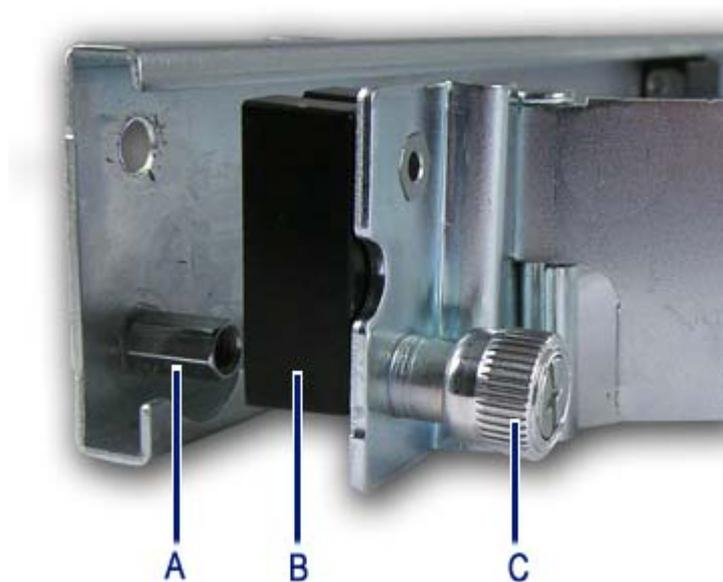

Figure 57: Installation du bloc-espaceur
4. Fixez le passe-câbles (ainsi que le bloc-espacer) à l'arrière du rail coulissant à l'aide des vis imperdables à oreilles (lettre "A" sur Figure 57).